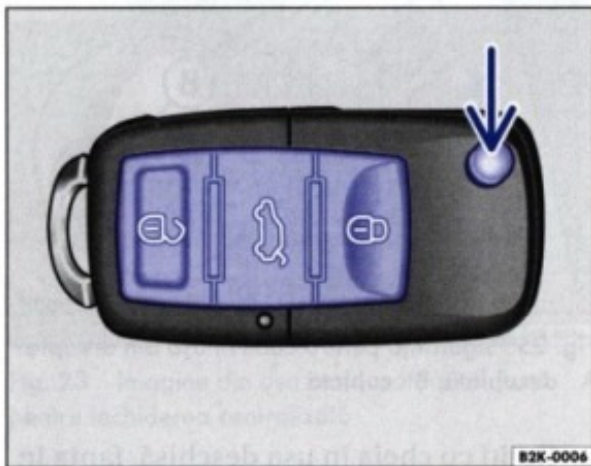
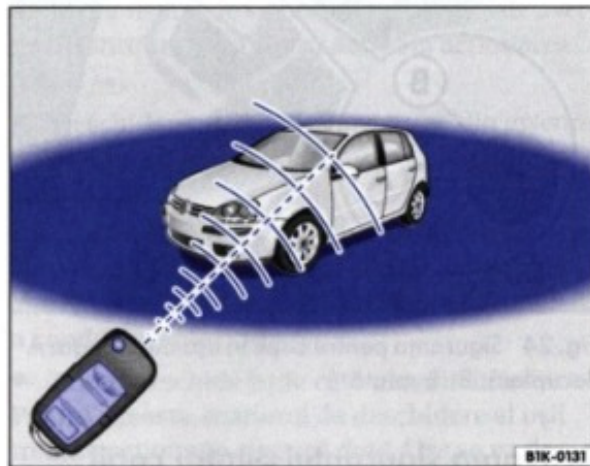

Fig. 26 Tastele din telecomandă
Fig. 27 Zona de acțiune a telecomenzii
De la tasta telecomenzii ⇒ fig. 26 (săgeata) se deblochează inelul cheii.
Emițătorul cu baterii este amplasat în telecomandă. Receptorul se găsește în autovehicul. Zona maximă de acțiune depinde de mai mulți factori. Când bateriile sunt uzate, zona de acțiune se micșorează ⇒ fig. 27.
- Telecomanda funcționează numai în raza de acțiune ⇒ fig. 27 (suprafața albastră).
Dacă acționați deseori tasta ⇒ pagina 42, fig. 26"  în afara zonei de acțiune a telecomenzii ⇒ pagina 42, fig. 27", nu veți mai putea
- Rabatați inelul cheii apăsând pe butonul ⇒ pagina 42, fig. 26" (săgeata).